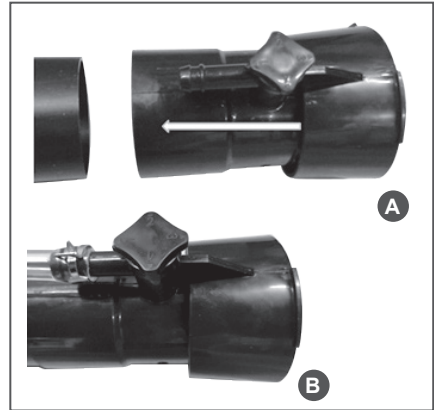

Рис. 7 Установка сопла и шланга выпускного опрыскивателя
4. Установите сопло распылителя (Рис. 7А).
5. Установите выпускной шланг опрыскивателя и закрепите его хомутами на штуцерах сопла и запорного крана (Рис. 7В).